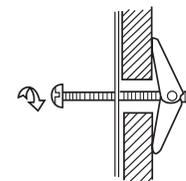

Figure 19
- Alignez soigneusement la plaque de montage et maintenez-la en position tout en serrant les boulons à ailettes. Tirez le boulon à bascule vers vous et tournez dans le sens des aiguilles d'une montre pour serrer. Voir la figure 19.